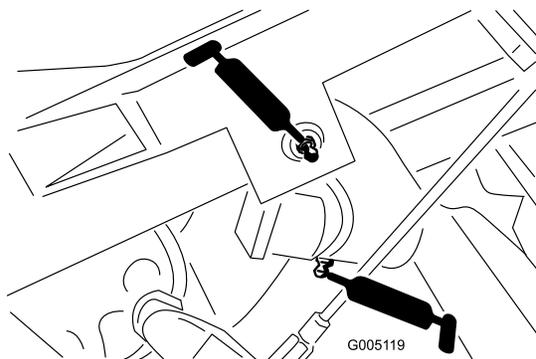

図 33
- 昇降アームのピボット3か所とピボットヒンジ3か所 図 33